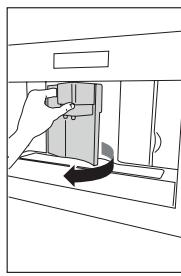
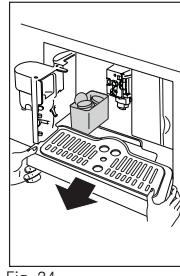
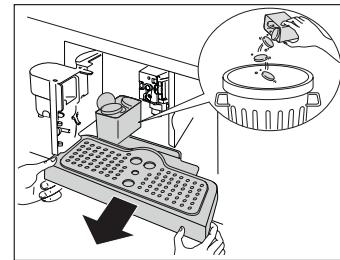

Fig. 23
Fig. 24
Fig. 39
- Per eseguire la pulizia aprire lo sportello di servizio sulla parte anteriore tirando l'erogatore (Fig. 23), estrarre quindi la vaschetta raccogligocce (Fig. 24) e pulirla (Fig. 39).